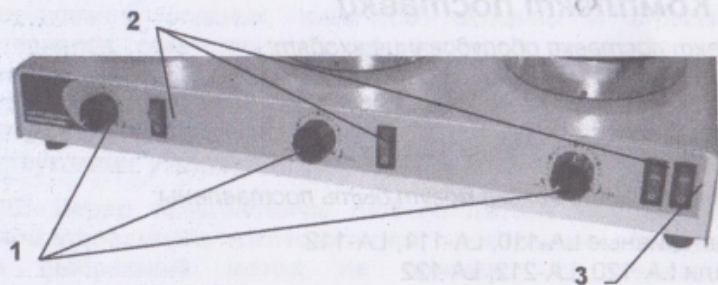
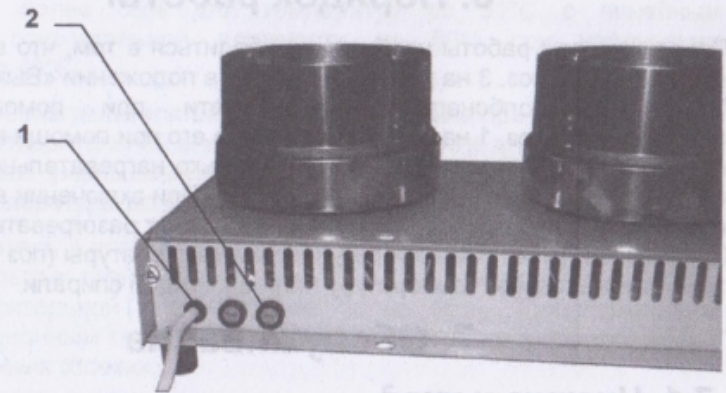

Рис. 2. Колбонагреватель LOIP LH-253.
Рис. 3. Колбонагреватель LOIP LH-253.
На передней панели колбонагревателя (см. рис. 2) расположены ручки плавной регулировки температуры нагрева (1), выключатели нагрева (2) и выключатель электропитания (3).
На задней панели колбонагревателя (см. рис. 3) расположены кабель электропитания (1) и сетевые предохранители (2).
Перед началом работы необходимо убедиться в том, что выключатель электропитания (поз. 3 на рис. 2) находится в положении «Выключено».
Подключите колбонагреватель к сети при помощи кабеля электропитания (поз. 1 на рис. 3) и включите его при помощи выключателя электропитания. Включите одну или несколько нагревательных спиралей при помощи выключателей (поз. 2 на рис. 2). При включении выключателя соответствующая нагревательная спираль начнет разогреваться.
При помощи ручек плавной регулировки температуры (поз. 1 на рис. 2) установите желаемую температуру нагрева каждой спирали.